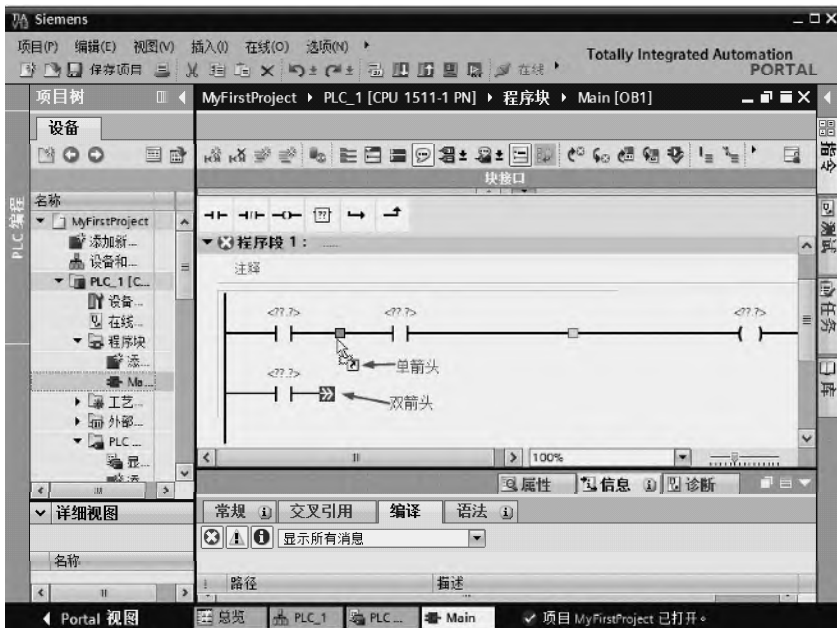
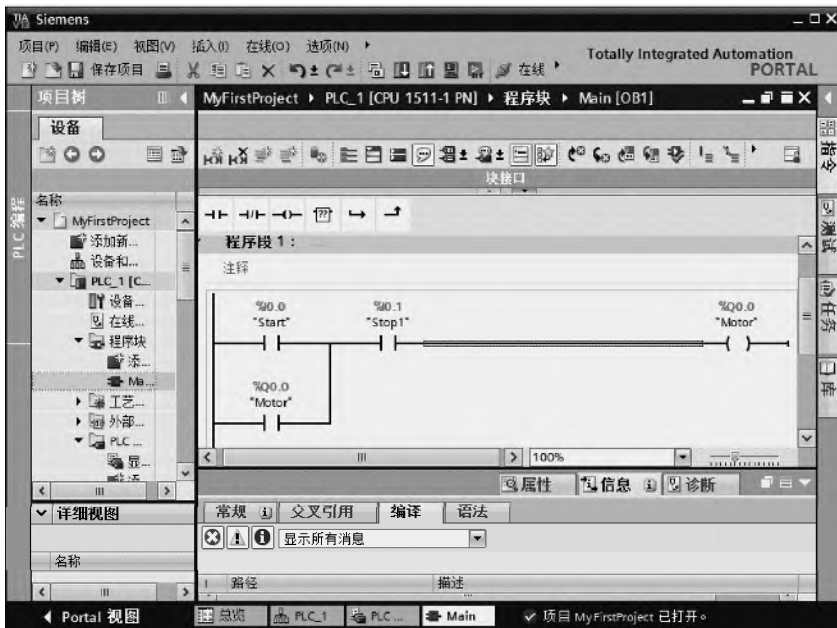

图 3-87 输入梯形图 (1)
图 3-88 输入梯形图 (2)
② 打开主程序。如图 3-86 所示，双击项目树中“Main[OB1]”，打开主程序，如图 3-87 所示。
③ 输入输入触点和线圈。先把常用“工具栏”中的常开触点和线圈拖放到如图 3-87 所示的位置。用鼠标选中“双箭头”，按住鼠标左键不放，向上拖动鼠标，直到出现单箭头为止，松开鼠标。
④ 输入地址。在如图 3-87 所示图中的红色问号处，输入对应的地址，梯形图的第一行分别输入：I0.0、I0.1 和 Q0.0，梯形图的第二行输入 Q0.0，输入完成后，如图 3-88 所示。